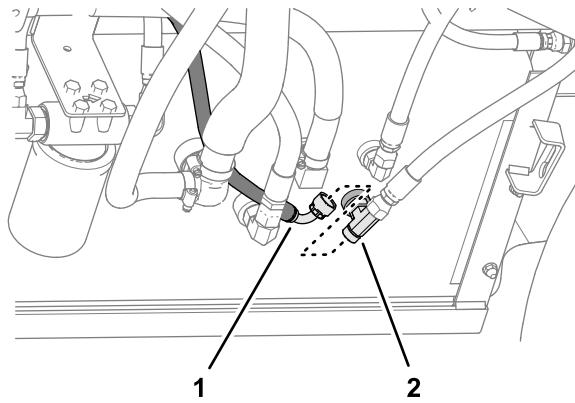

Figura 131
7. Monte el acoplamiento de 90° de la manguera de retorno del depósito de 6 x 2819 mm en el acoplamiento en T, y apriete el acoplamiento (Figura 131).